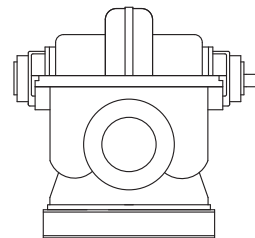

Рис. 4 Насос со свободным концом вала с отдельной рамой-основанием
4. Насос со свободным концом вала с отдельной рамой-основанием (см. рис. 4).